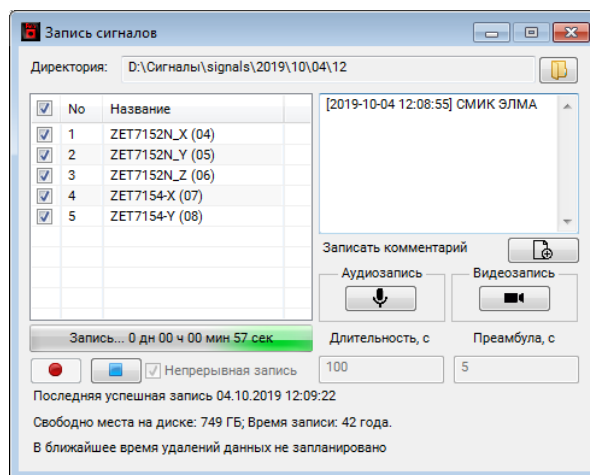

Рис. 5.4 Программа «Запись сигналов»
- Программа «Запись сигналов» - предназначена для непрерывной регистрации сигналов в реальном масштабе времени, поступающих на измерительные каналы цифровых датчиков. Доступны режимы записи с фиксированной длительностью, так и непрерывная долговременная запись (Рис. 5.4).